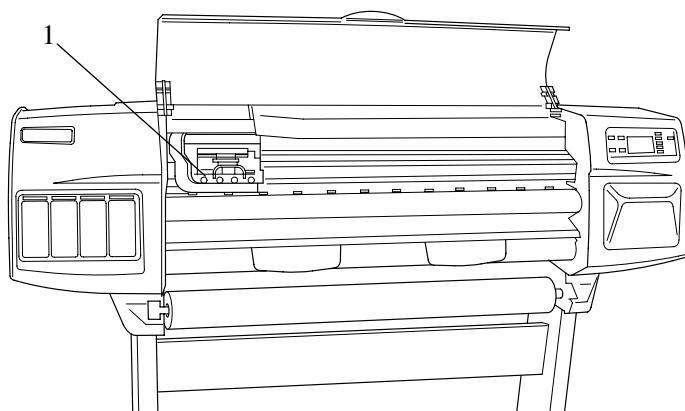

図 53: プリントヘッドチューブコネクタ
- 2 プリントヘッド チューブ コネクタに対して作業を行えるように、キャリッジの位置を移動します(図53参照)。